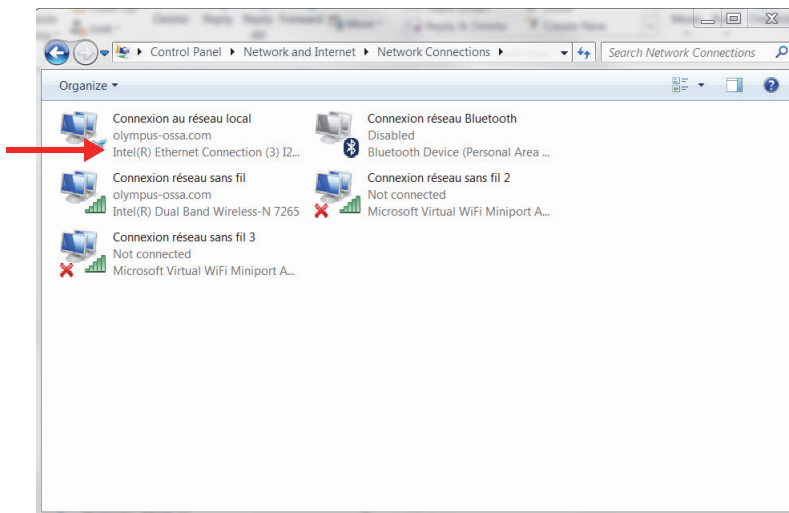

図 1-5 ネットワーク接続
1. [コントロールパネル]のネットワーク接続リストを開き、FOCUS PX 装置の接続に使用する接続を特定します（27 ページの図 1-5）。